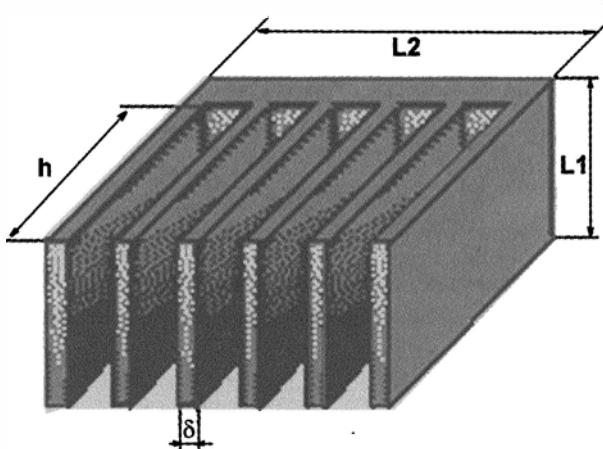

Рис. 9.14. Типичный пластинчатый радиатор
Как работает эта схема? Здесь переменный синусоидальный ток со вторичной обмотки трансформатора (II) подается на конструкцию из четырех диодов, которая называется **диодным мостом** и представляет собой простейший двухполупериодный выпрямитель (есть и другие способы двухполупериодного выпрямления — см. далее рис. 9.14 и пояснения к нему). В мосте могут быть использованы любые типы выпрямительных диодов, лишь бы их предельно допустимый ток был не меньше необходимого (для указанных на схеме диодов 1N4001 это 1 А), а предельно допустимое напряжение — не меньше половины амплитудного значения входного переменного напряжения (т. к. в данном случае это всего 7 В, то здесь этому требованию удовлетворяют вообще все выпрямительные диоды на свете). Такие мосты выпускаются уже в сборе, в одном корпусе, на котором иногда даже нарисовано, куда подключать переменное и откуда снимать постоянное напряжения. Их, конечно, тоже можно и нужно использовать.
Сначала посмотрим, как рассчитывать площадь радиаторов, исходя из их геометрии. На рис. 9.14 схематично показан типичный пластинчатый радиатор. Для расчета его площади нужно к площади его основания прибавить суммарную площадь его ребер (также с каждой стороны). Если нижней стороной радиатор прижимается к плате, то лучше считать рабочей только одну сторону основания, но мы предположим, что радиатор «висит в воздухе» (как часто и бывает) и поэтому площадь основания удваивается: $S_{\text{осн}} = 2 \cdot L_1 \cdot L_2$. Площадь одного ребра (тоже с двух сторон): $S_p = 2 \cdot L_1 \cdot h$, но к этой величине нужно еще прибавить боковые поверхности ребра, площадь которых равна $S_{\text{бок}} = 2 \cdot h \cdot \delta$. Ребер всего 6, поэтому общая площадь радиатора:
Способ первый и наипростейший — площадь охлаждающего радиатора должна составлять 10 см^2 на каждый ватт выделяющейся мощности. Так что радиатор с приведенными на рис. 9.14 размерами, согласно этому правилу, может рассеять $14,5 \text{ Вт}$ мощности — как раз под наш усилитель с некоторым запасом. И если вас не жмут размеры корпуса, то вы вполне можете ограничиться этим прикидочным расчетом.